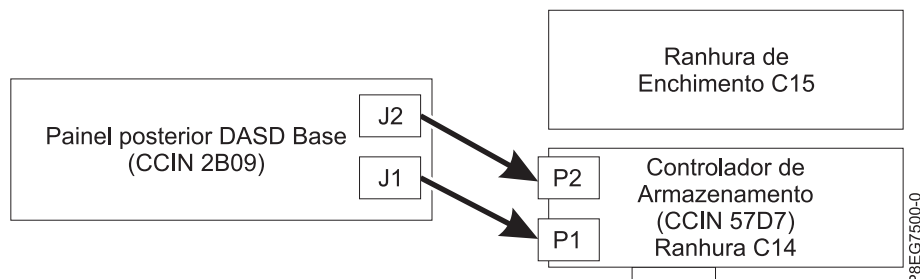

Figura 18. Voltar a ligar o cabo SAS numa configuração de armazenamento base
- Se tem um adaptador interno PCIe3 x8 SAS RAID (CCIN 57D7) na ranhura P1-C14 (componente de armazenamento base), um cabo SAS liga o conector (J1) do painel posterior da unidade de disco inferior ao conector P1 do adaptador. Um cabo SAS liga o conector (J2) do painel posterior da unidade de disco superior ao conector P2 do mesmo adaptador. Consulte Figura 18.